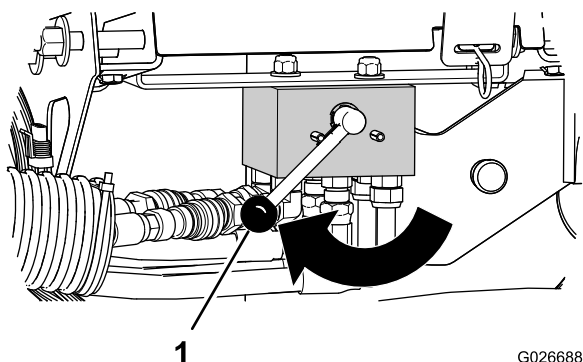

Figura 17
3. Ruotate la stegola per la valvola selettiva **in senso orario** nella posizione di sollevamento barre dell'irroratrice (Figura 17).